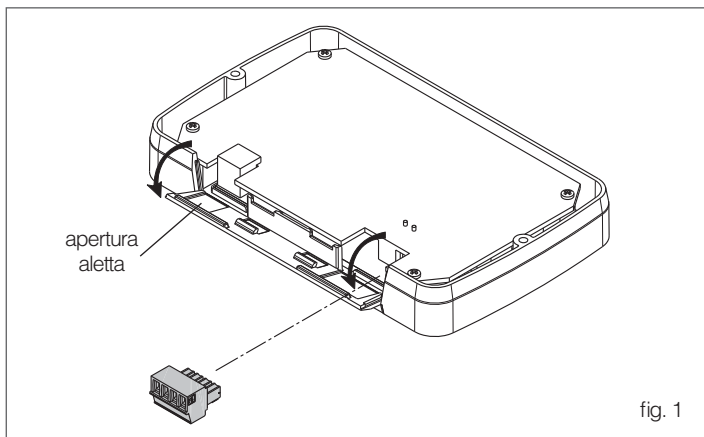

fig. 1
- Disconnettere il connettore 4 poli dal pannello comandi piegando leggermente l'aletta inferiore (vedi fig. 1)